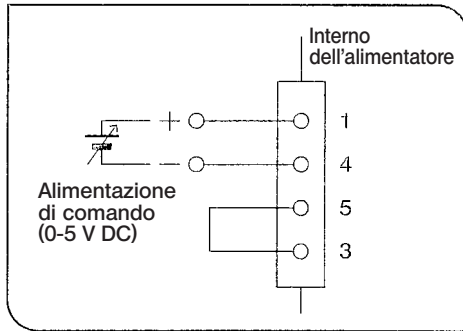

Fig. 5
(Fig. 5)
1. Collegare un alimentatore in CC come illustrato in Fig. 5 con l'alimentatore spento.
2. Posizionare l'interruttore su « I » (ON).
- ★ Per non danneggiare l'alimentatore, non applicare la tensione analogica esterna prima di avere posizionato l'interruttore su « I » (ON).